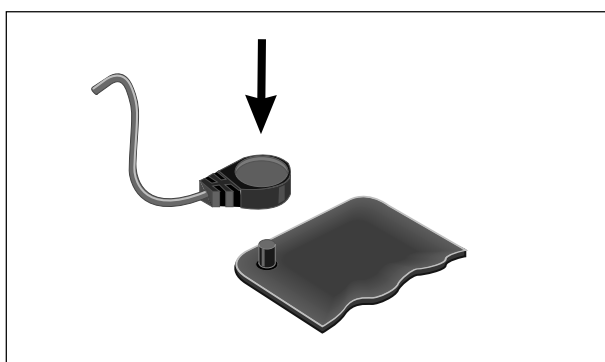

Bild 4-6. Anschließen der Verbindungsleitung
- Drücken Sie den Anschlußstecker der Verbindungsleitung so auf den Elektrodenkontaktstift, daß er deutlich einrastet (Bild 4-6).